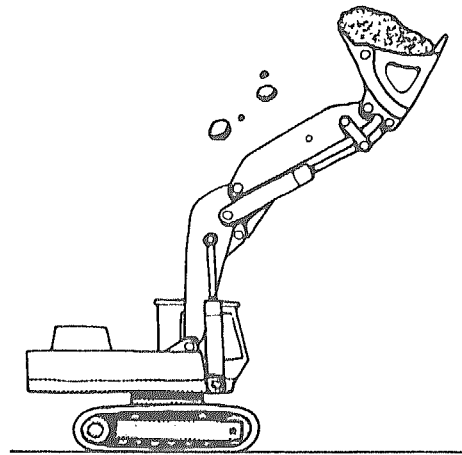

Abb. 3-14
(2) ACHTUNG
- a) Beim Anheben des Auslegers mit gefüllter Schaufel können Teile der Ladung nach hinten herabfallen (Abb. 3-14).